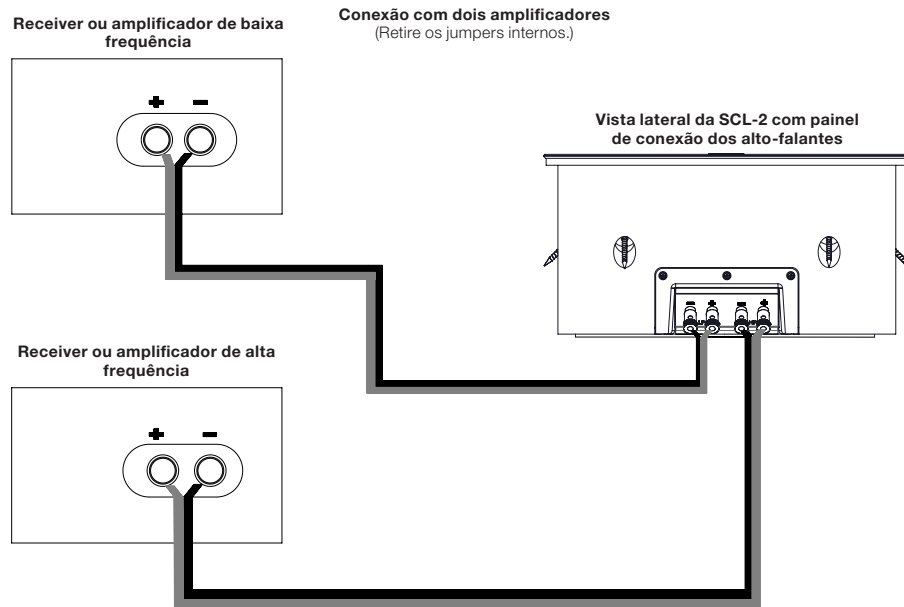

Figura 9
3. Conecte o par marcado com "HF" à entrada "HF" da caixa de som e o par marcado com "LF" à entrada "LF". (Figura 9)